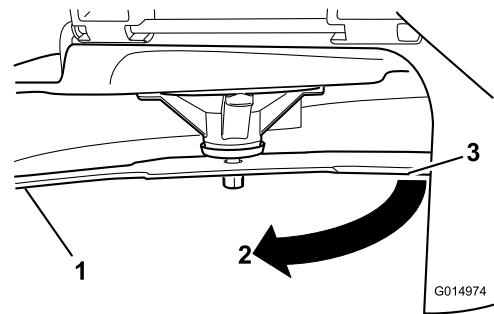

Figure 83
3. Mesurez la distance entre la lame et la surface (A)
4. Tournez la même lame de 180 degrés pour amener le tranchant opposé à la même position (Figure 83).